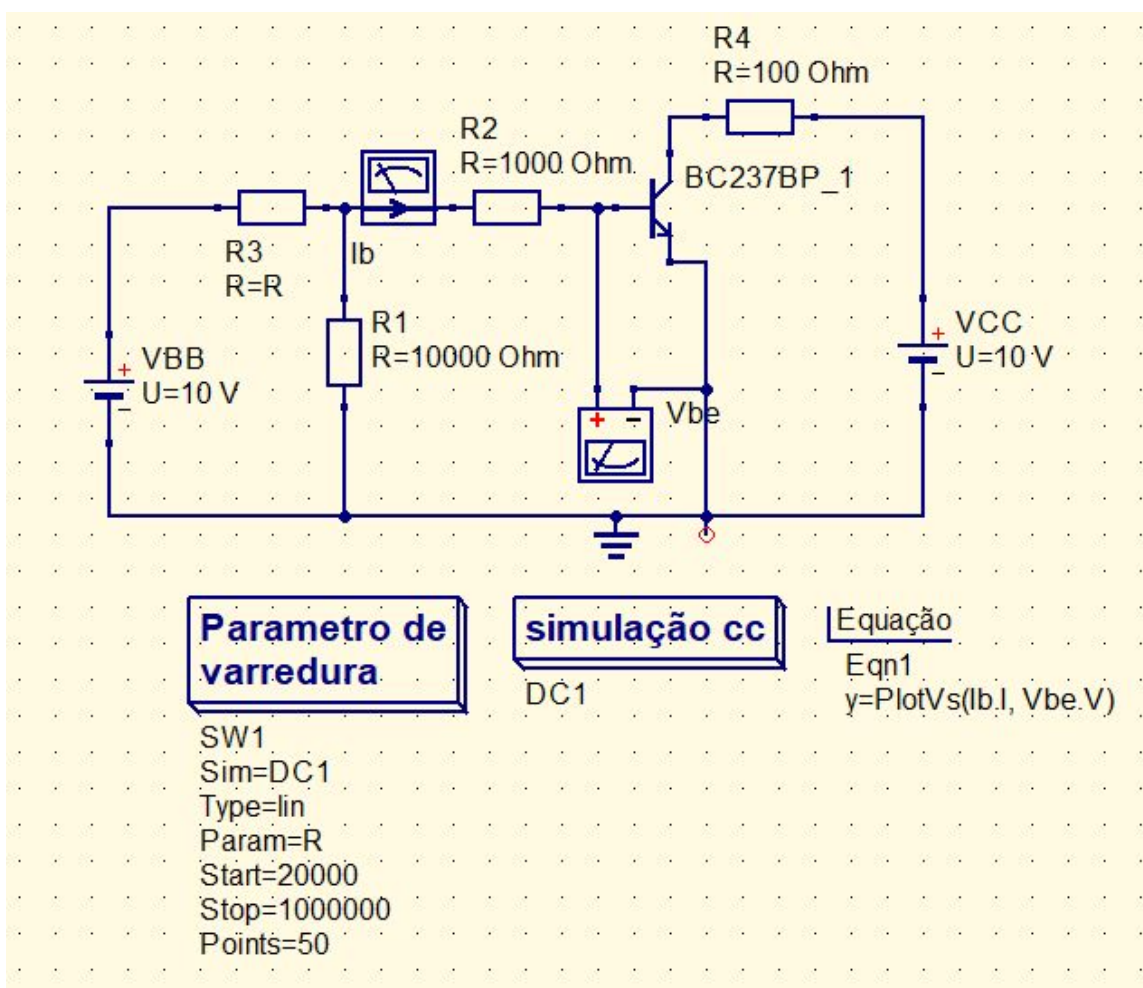

Figura 1: Circuito montado para primeira parte do experimento
3.1.3) A seguinte tabela foi obtida do circuito da Figura 1